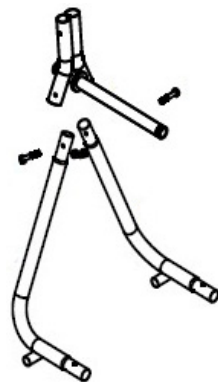

fig. 1
1. Connectez les cadres de patte (n° 5) au cadre tubulaire (n° 4) et fixez au moyen de 2 boulons M6 x 40 (n° 20) et de 2 contre-écrous M6 (n° 21). Consultez la fig. 1.